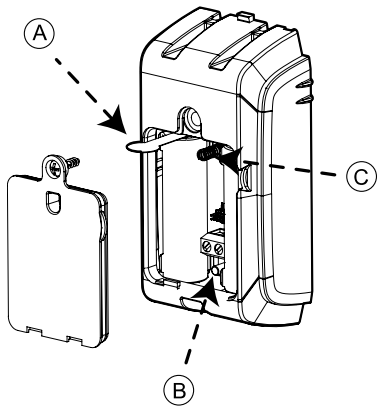

Figura 2: Opciones de inscripción
Para inscribir el dispositivo, enciéndalo tirando de la lengüeta de la batería (Figura 2, A), o inserte las baterías. Ambos métodos activan el proceso de inscripción automática. Otra opción es introducir el ID:107-XXXX, que es el número del dispositivo impreso en la etiqueta.
Si el dispositivo no se inscribe automáticamente, pulse el botón de inscripción. Véase la Figura 2, B.
2. Presione el interruptor de seguridad y suéltelo. Véase la figura 2.